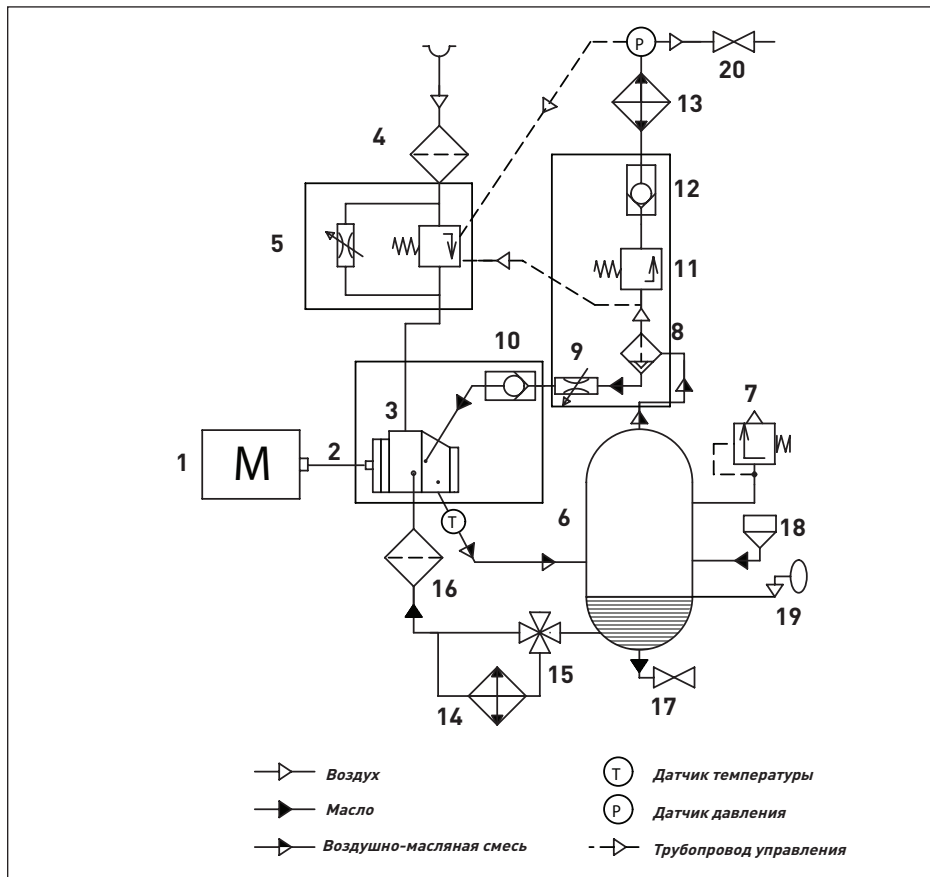

Рис. 2.3 Схема пневматическая D11 – D22
2.4 Принцип действия (Смотри рис. 2.3)